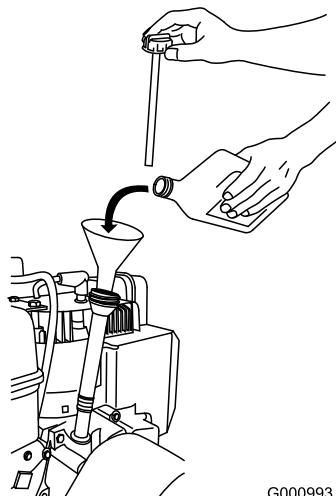

Figura 18
1. Togliete l'asta di livello e versate **lentamente** l'olio nel tubo di riempimento fino a portarne il livello al segno di pieno (Full) sull'asta. **Non riempite troppo.** (Figura 18).